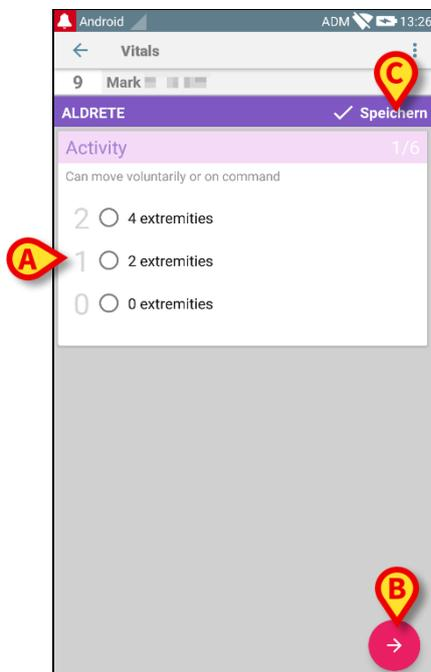
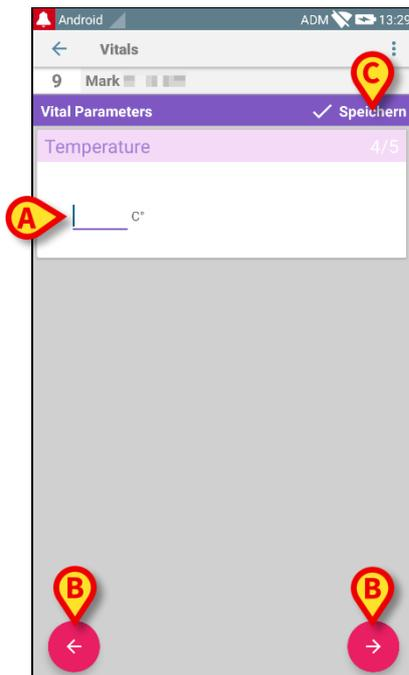

Abb. 66
Abb. 67
HINWEIS: die Merkmale der Bildschirmseite zur Eingabe von Daten sind von der gewählten Art des Datensatzes abhängig. Siehe Abb. 66 zum Beispiel.
Siehe Abb. 67 für ein weiteres Beispiel.
- Geben Sie den/die erforderlichen Wert/e auf jeder Bildschirmseite ein (Abb. 66 **A** und Abb. 67 **A**).
- Schalten Sie mit den Pfeiltasten, wie in Abb. 66 **B** und Abb. 67 **B** angegeben, zur nächsten/vorherigen Bildschirmseite.
- berühren Sie **Speichern**, um den Datensatz zu speichern (Abb. 66 **C** und Abb. 67 **C**). Die Option **Abbruch** schließt die Bildschirmseite zur Dateneingabe.